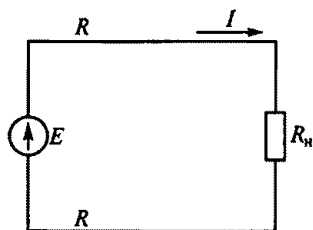

Рис. 9
1.21. Какова потеря напряжения в линии, сопротивление одного провода которой $R = 0,025$ Ом (рис. 9), если через нагрузку с сопротивлением R_n проходит постоянный ток 10 А?